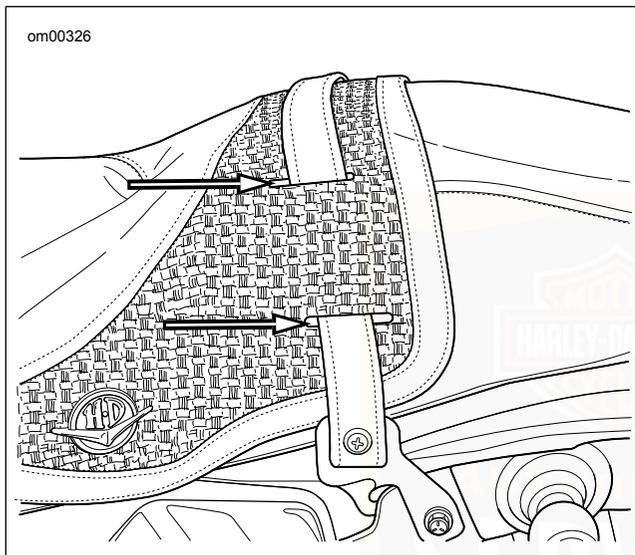

Abbildung 105. Riemenschlitze: FLHRC
4. **FLHRC:** Siehe Abbildung 105. Den Riemen zum Entfernen durch die Schlitz im Sitz ziehen.
4. **FLHRC:** Siehe Abbildung 105. Den Riemen durch die Schlitze im Sitz anbringen.